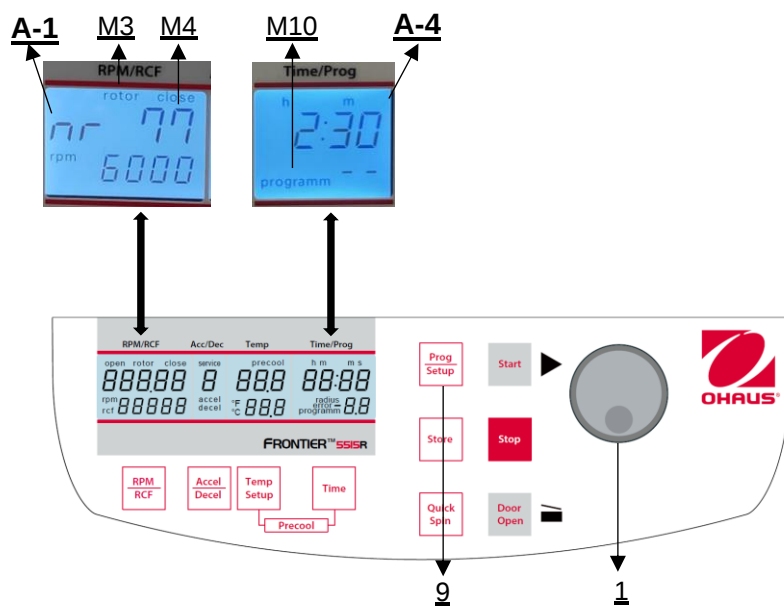

Abbildung 25
Um gespeicherte Programme abzurufen, drücken Sie die Taste **"Prog/Setup"** (9) (siehe Abbildung 25), während der Deckel bereits geschlossen ist. In der Anzeige **"Time/Prog"** (A-4) erscheint **"program--"** (M10). Die gewünschte Programmnummer kann mit dem Einstellknopf (1) vorgewählt werden.
Um den Programmmodus zu verlassen, drücken Sie die Taste **"Prog/Setup"** (9) (siehe **Abbildung 25**). Dann erscheint im Display